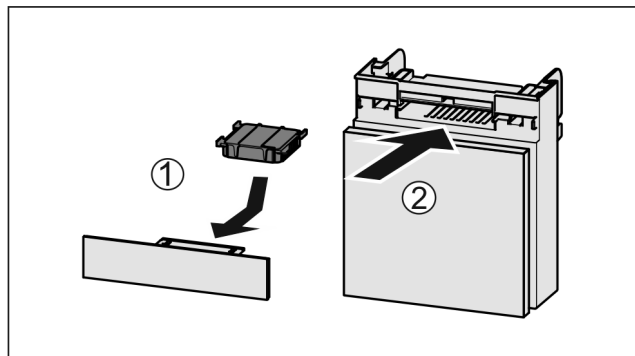

Fig. 190
- Umetnite filter s aktivnim ugljenom kao što je prikazano na slici Fig. 190 (1).
- Umetnite pretinac Fig. 190 (2).